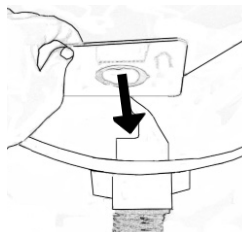

Fig. 25
1. Placez la partie cartonnée du sac à poussière dans le support pour sac, fig. 25.